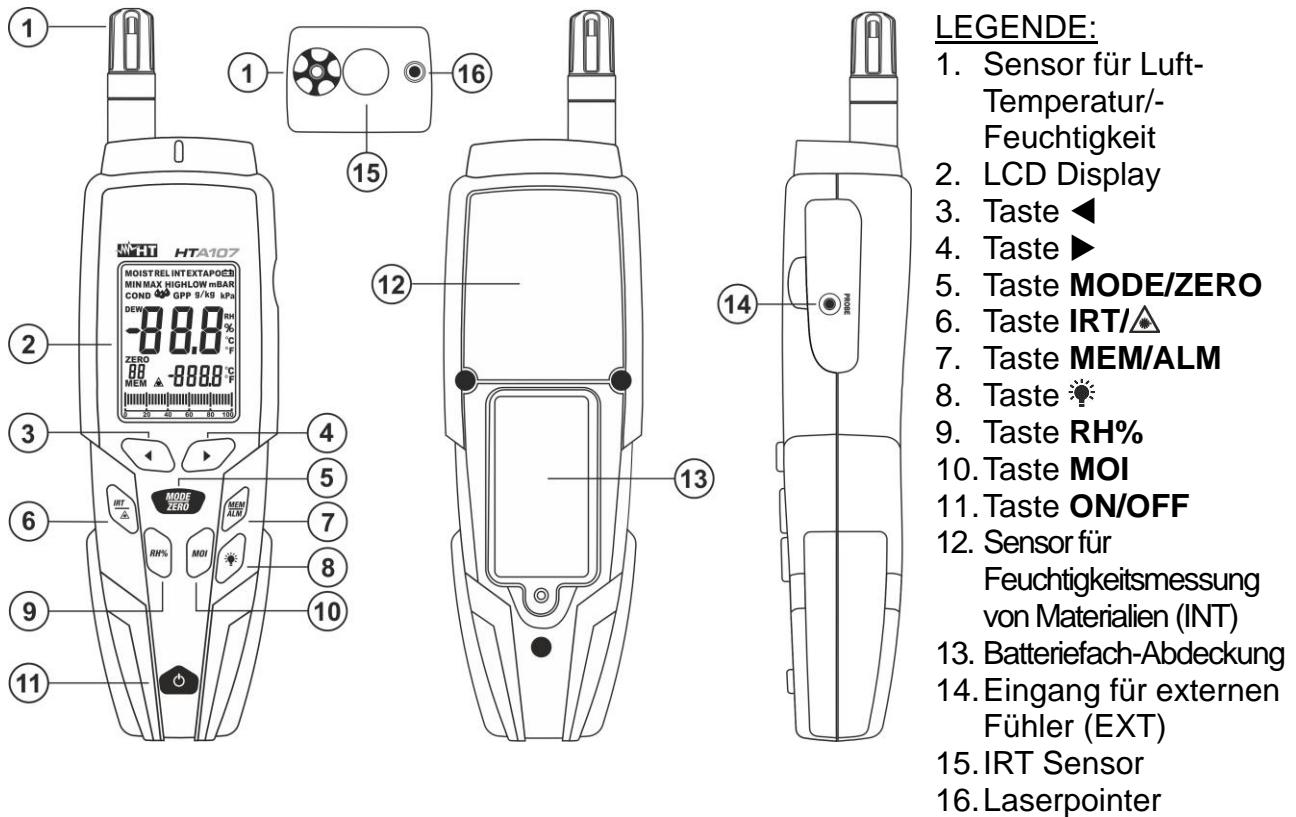

Abb. 1: Beschreibung des Geräts
- Aktivierung der Luftfeuchtigkeitsmessung mit eingebautem Sensor (siehe Abb. 1 – Teil 1), deren Wert im Hauptdisplay erscheint.
- Aktivierung der Feuchtigkeitsmessung von Materialien mit eingebautem Sensor “MOI INT” (siehe Abb. 1 – Teil 12) oder mit externem Fühler “MOI EXT” (siehe Abb. 1 – Teil 14), deren Wert im Hauptdisplay erscheint.
3. Halten Sie den eingebauten Sensor (siehe Abb. 1 – Teil 1) in die zu messende Umgebung. Der Temperaturwert erscheint in Echtzeit im sekundären Display, und der Wert der relativen Feuchtigkeit (%RH) erscheint in Echtzeit im Hauptdisplay. Der Wert “- - -” gibt an, dass die maximalen Messwerte überschritten wurden. Der analoge Bargraph ist bei dieser Funktion nicht aktiv.